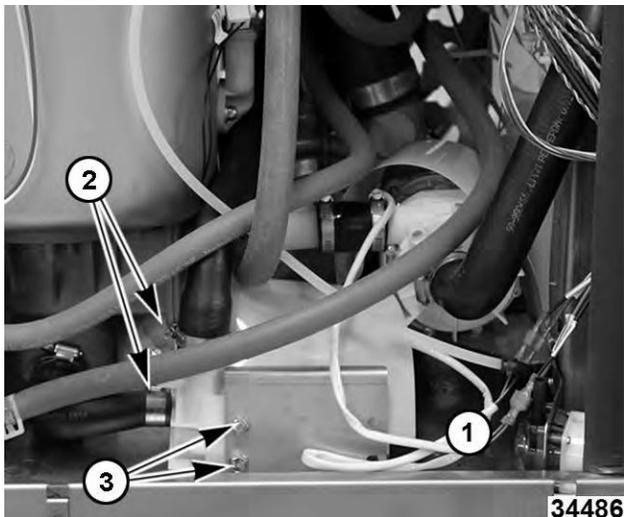

Fig. 86
3. Observe y desconecte el cableado de la bomba (1, Fig. 86).
4. Retire las abrazaderas de las mangueras de entrada y salida de la bomba (2, Fig. 86).
6. Retire los tornillos que sujetan el motor (3, Fig. 86).